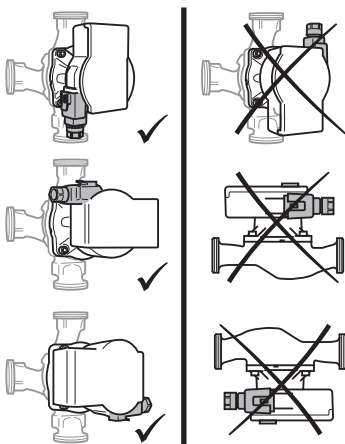

Fig. 2: Beépítési helyzetek
- A telepítés helyét a megengedett beépítési helyzetnek (Fig. 2.) megfelelően válassza meg.
- Vegye figyelembe a szivattyú megengedett telepítési helyzetét (Fig. 2.), szükség esetén fordítsa el a motorfejet (2+6).
- Vegye figyelembe a szivattyú megengedett beépítési helyzetét (Fig. 2) és a szivattyúházon (1) látható áramlási irányt jelző nyilat.
- Húzza meg a 4 burkolatrögzítő csavart (5).